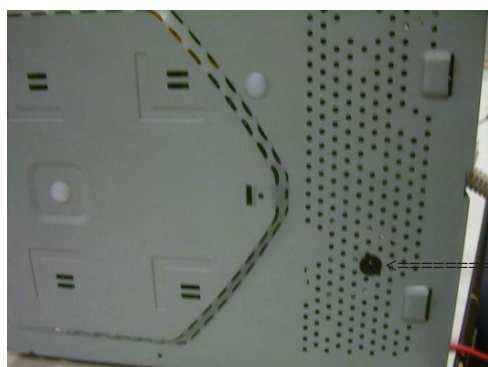

Fig. 15
- Remova o parafuso da bandeja inferior como mostra a fig.15.